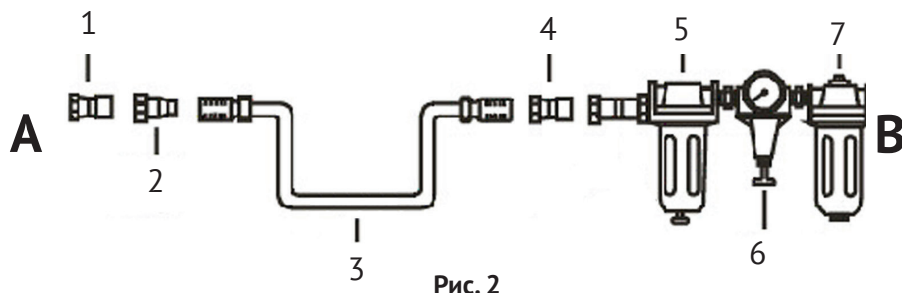

Рис. 2
2.2.1 Шлифмашина должна подсоединяться к системе подачи сжатого воздуха, состоящей из компонентов, указанных на рис.2
2.2.2 Подаваемый сжатый воздух должен быть сухим и чистым, с необходимым количеством масла. В пневмолинии необходимо использовать маслёнку (лубрикатор) для насыщения парами масла трущихся деталей инструмента. Если в системе подачи воздуха не установлен лубрикатор (рис.2 поз.5), необходимо вручную закапывать во входной штуцер 3-5 капель масла через каждые 10 - 15 минут непрерывной работы.